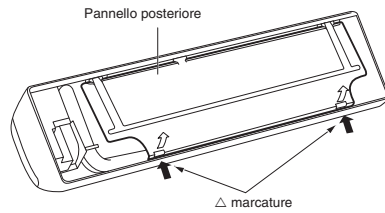

Fig. 3-72
- (2) Premendo i due contrassegni Δ impressi sul coperchio del telaio sganciare da quest'ultimo le linguette fisse. (Fig. 3-72)